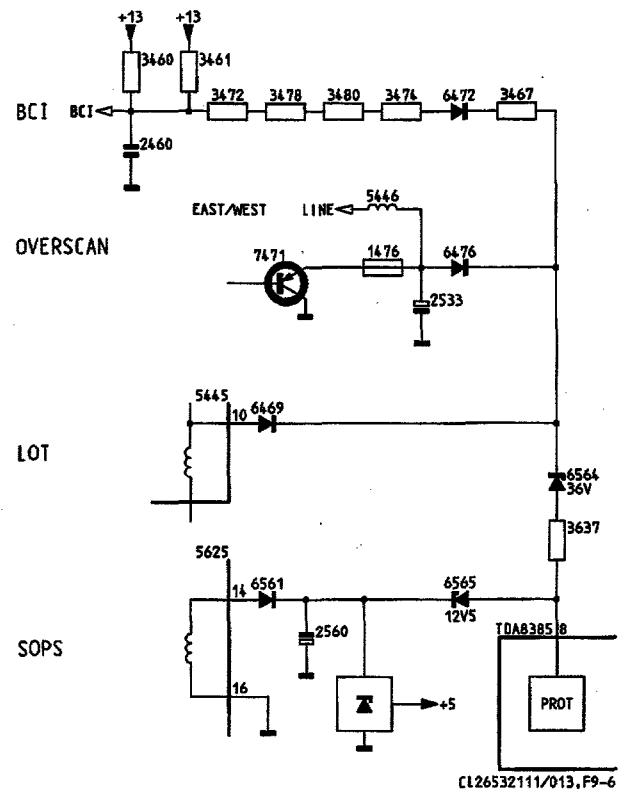

Abb. 9.6
Sicherung (Abb. 9.6)
9.4 Gesicherte Schaltungen (Abb. 9.6)**Überspannungssicherung (S.O.P.S.)**